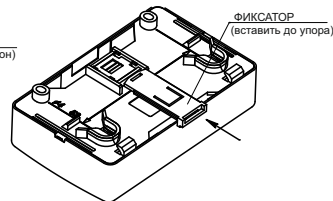

Рисунок 3
- в) при установке на DIN-рейку (Рисунок 3):